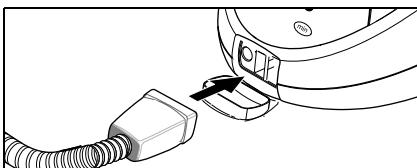

Abb. 5
- Dampfstecker (C7) fest in die Gerätesteckdose (A1) stecken. Dabei müssen die Arretierungen des Dampfsteckers am Deckel der Gerätesteckdose einrasten (siehe Abb. 5).